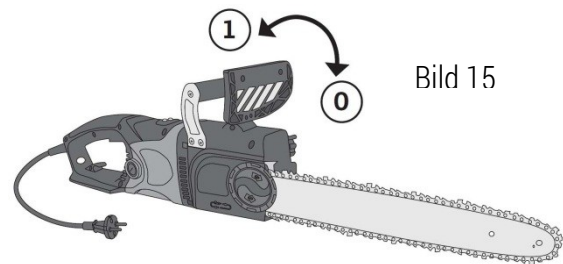

Bild 15
Der Kettenbremsschutz muss vor dem erneuten Starten der Kettensäge wieder aktiviert werden. Schalten Sie die Kettensäge aus (lösen Sie den EIN/AUS-Schalter); schieben Sie den Rückschlagschutz (5) nach hinten bis er nicht in die vertikale Position zurückgeht (Bild 15). Rückschlagschutz ist wieder aktiviert.
Falls die Säge nicht startet, betätigen Sie erneut den Rückschlags-/Kettenbremsschutz. Lassen Sie den Rückschlagschutz (5) in die obere Position fallen. Lesen Sie 3.7 Rückschlag-/Kettenbremsschutz, Erneute Aktivierung des Rückschlag-/Kettenbremsschutzes (Bild 15).